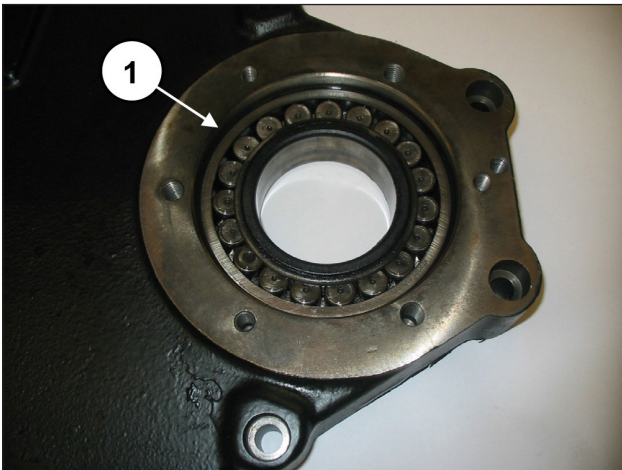

Abb. 66
Montieren Sie das Lager in den Getriebedeckel (Pos. ①, Abb. 66).